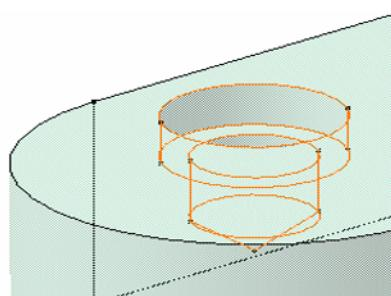

Fig.28. Gaura creata
- Se alege OK, gaura este creata (fig.28)